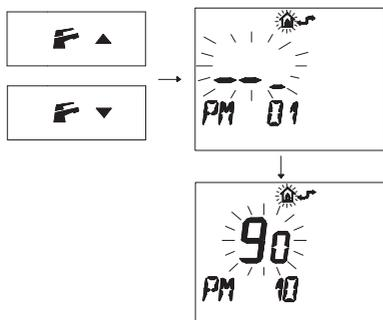

Figura 5.102
- Premere i pulsanti **F**▲ o **F**▼ per visualizzare la programmazione "**PM10**" selezione della frequenza di accensione (Figura 5.102).
Nella Figura 5.102 si visualizza un SET programmato di **90** corrispondente ad un tempo di riaccensione di 3 minuti circa. Il campo di regolazioni è da 0 a 8 minuti e mezzo.